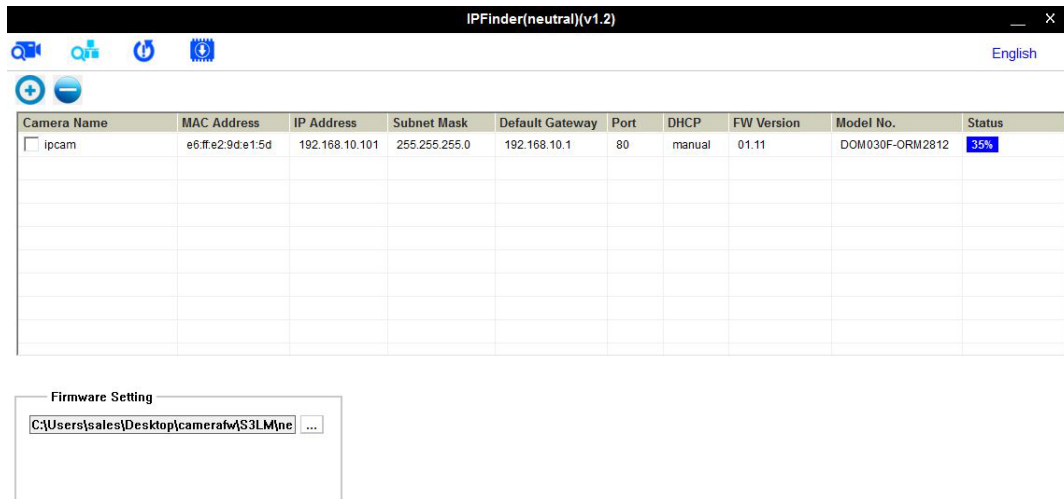

Figura 3 - 9: IP Toolbox FW Upgrade
10. Figura 3 - 8: Configuración automática de dirección IP